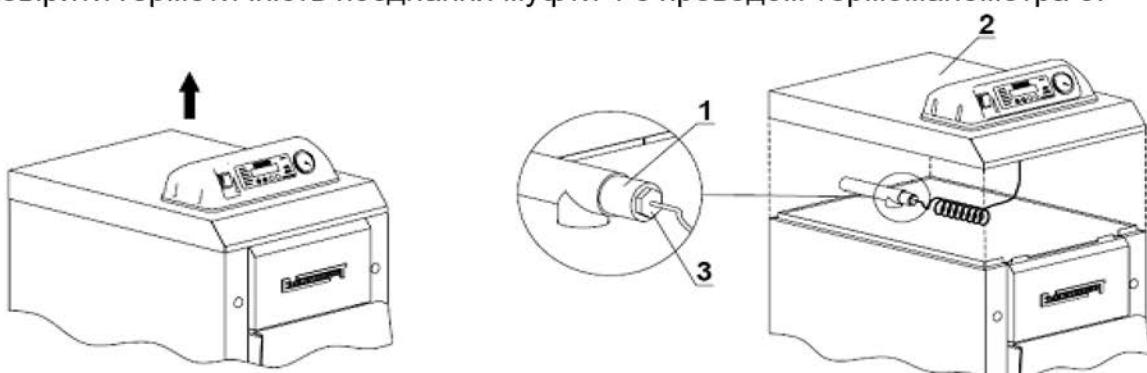

Рис. 9. Демонтаж кришки будови котла і проводу термоманометра.
3). Перевірити герметичність поєднання кроцьца з проводом манометра (Рис. 9)